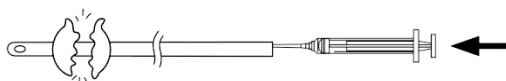

図5
- (1)体温程度に温めた生理食塩液を膀胱内にドレナージュールメンから100~200 ml 注入した後、針をインフレーションルーメンに差し込み、大量の水をバルーンに注入してバルーンを破裂させる(図5)。バルーンを破裂させた後、膀胱内を洗浄する。